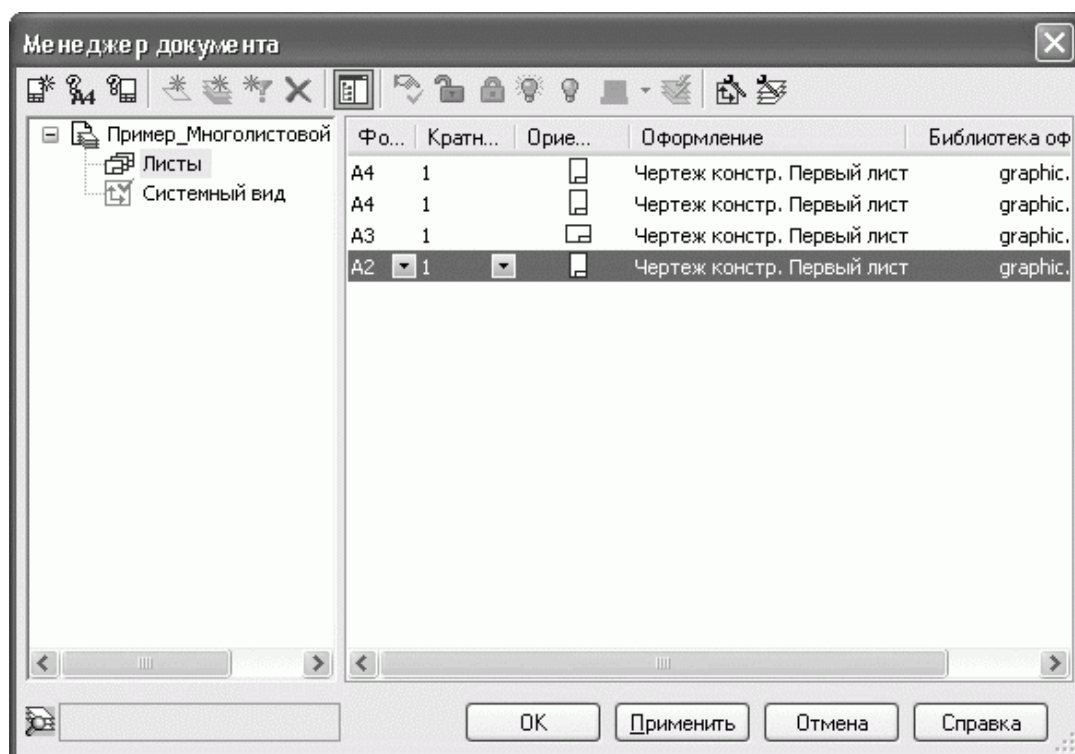

Рис. 2.66. Менеджер документа после настройки параметров всех листов
3) для последнего листа выберем формат А2, горизонтальную ориентацию и, как и для всех других листов, стиль оформления первых листов конструкторских чертежей (рис. 2.66).